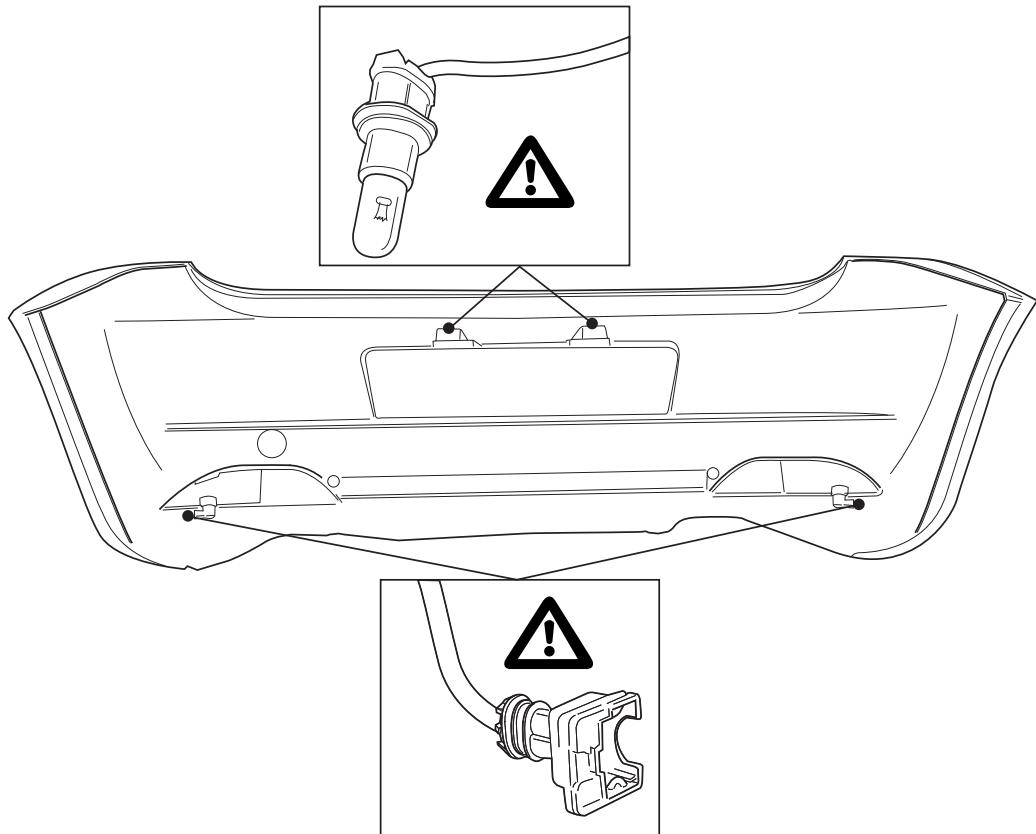

Fig.2
2. Отединить провода от освещения номерного знака. (см. рис. 2).